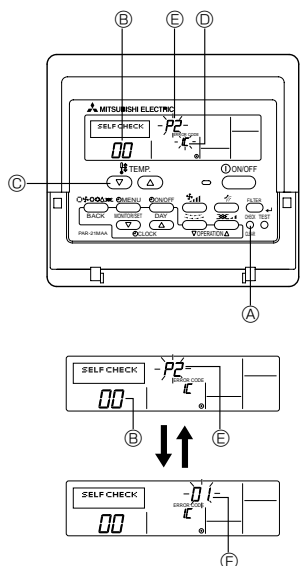

Fig. 7-3
7.3.1. Для проводного пульта дистанционного управления (Fig. 7-3)